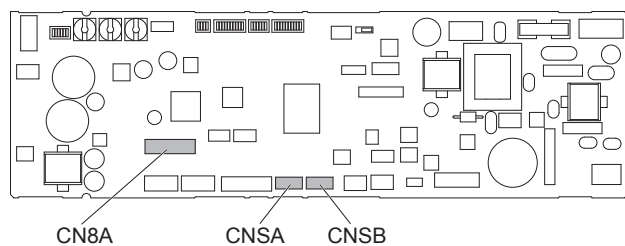

Fig. 5-9
4. Raccordez-le au connecteur du circuit imprimé en option. (Fig. 5-9)